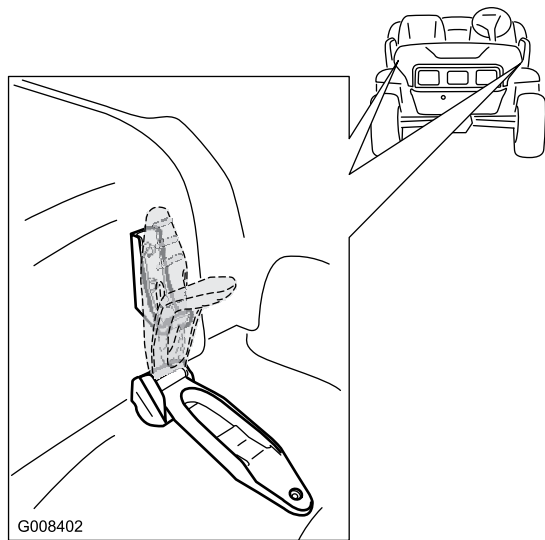

Figura 25
1. Eleve a pega dos trincos de borracha de cada lado do capot (Figura 25).
2. Segure no capot alinhando os trincos de borracha com as âncoras do trinco em cada lado do capot (Figura 25).